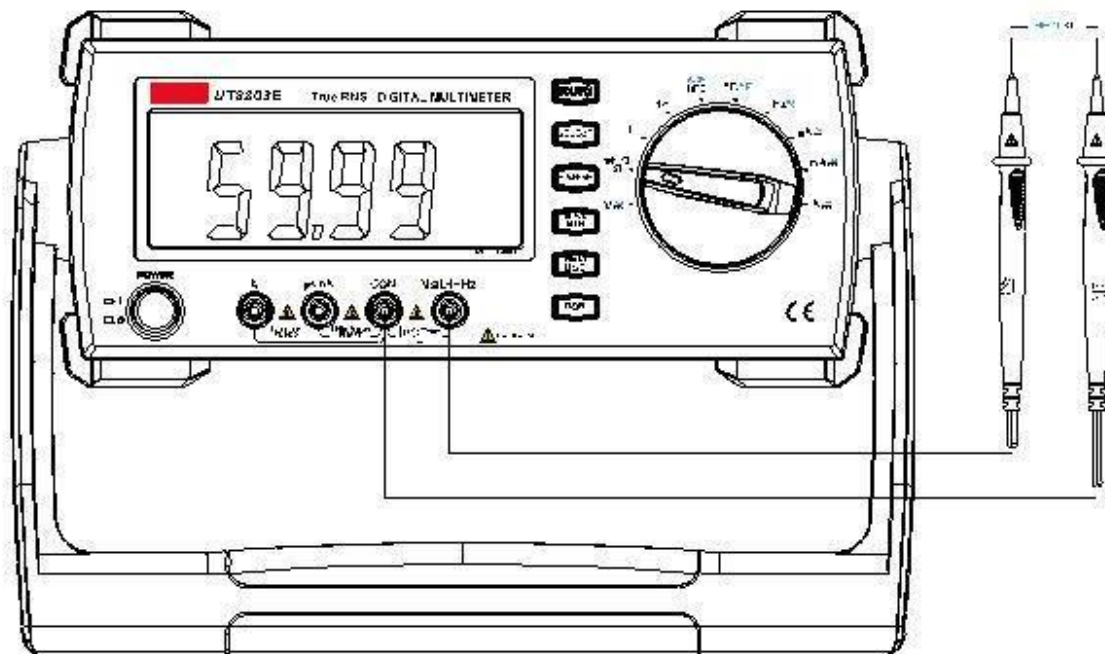

Рисунок 4.
## Проверка диодов (см. рисунок 4.)
1. Вместо измерительных щупов можно использовать переходник UT-303A. Вставьте переходник UT-303A в гнездо, изображенное на рис.4.